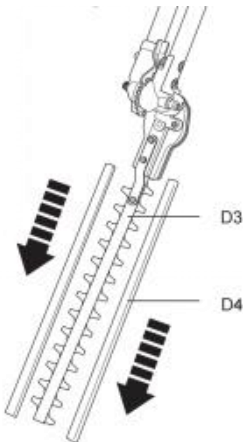

Fig. 23
1) Entfernen Sie vor dem Betrieb die Messerabdeckungen (D4) vom Messer (D3) (Abb. 23).